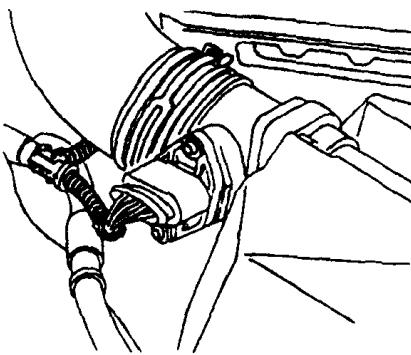

图 1-12 拔下空气流量计的电线插头
(9) 松开散热器上水管的夹箍，拔下散热器的上水管。
(10) 旋松冷却风扇的 4 个紧固螺栓，拆下冷却风扇和散热器。
(11) 拔下空气流量计的电线接头，如图 1-12 所示。